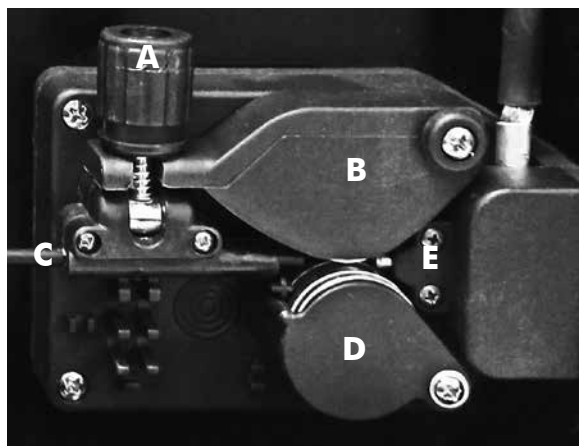

Figure 5
- Desserrer l'écrou (1) du support (frein à tambour) et retirer le ressort (2) et la bague extérieure (3).
- Enlever l'enveloppe en plastique de la bobine (4) et la placer dans le support. Remettre à leur place la bague extérieure (3), le ressort (2) et l'écrou de fermeture en plastique (1) qui constituent le système de freinage de la vitesse de la bobine. NOTE: ne pas serrer excessivement l'écrou, car une pression exagérée augmente l'effort du moteur du dévidoir, tandis qu'une pression trop faible empêche l'arrêt immédiat de la bobine à la fin du soudage.
- Desserrer et abaisser le bouton en plastique (A) et relâcher le levier presse-fil (B)(Fig.5). Extraire les résidus de fil éventuels de la gaine guide-fil.
- Relâcher le fil de la bobine et le tenir serré avec une paire de pinces de façon à ce qu'il ne puisse pas se dérouler. Si nécessaire, le redresser avant de l'introduire dans le guide d'entrée (C) du fil. Y introduire le fil en le faisant passer au-dessus du galet inférieur (D) et dans la gaine guide-fil.